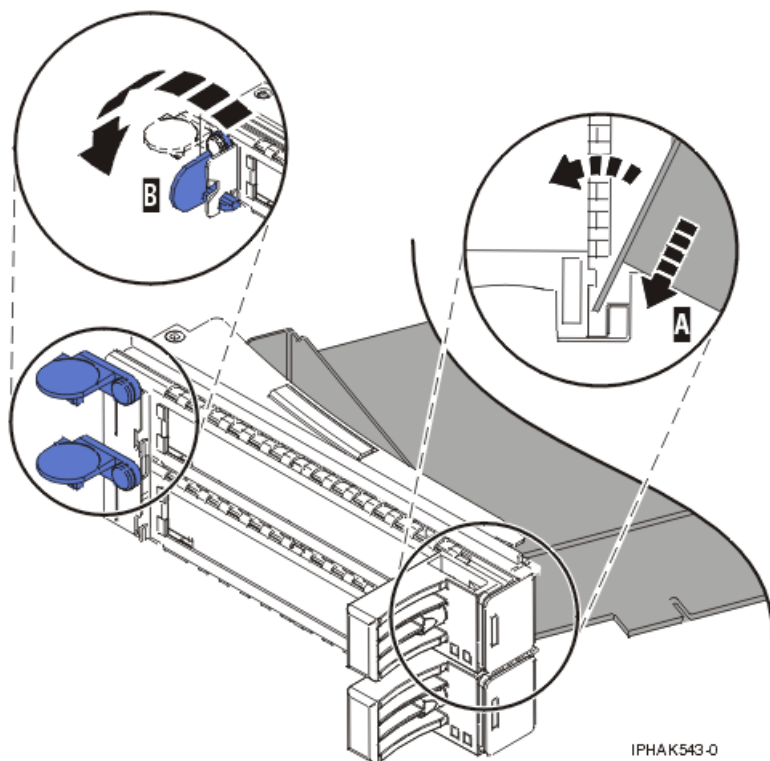
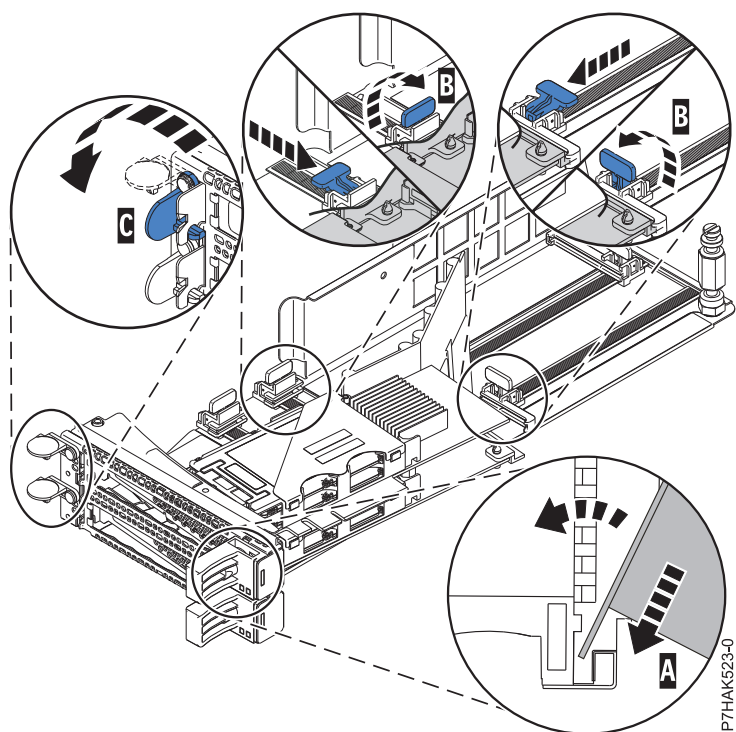

図 119. PCI アダプター・カセットに戻されたアダプター
図 120. PCI アダプター・カセットへの PCIe RAID および SSD SAS アダプターの再取り付け
- a. テール・ストック・クランプをオープン位置にして、アダプターをテール・ストック保持溝 A にしっかりと挿入する。典型的は PCI アダプターの場合は、168 ページの図 119 を参照してください。PCIe RAID および SSD SAS アダプターの場合は、168 ページの図 120 を参照してください。
- c. テール・ストック・クランプ (C) を閉じる。